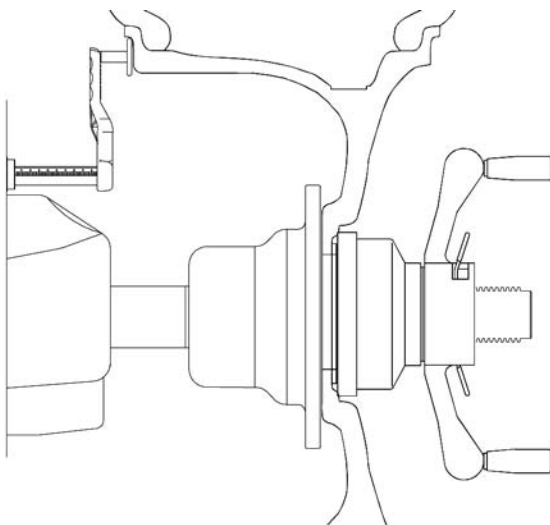

Figure 21
4.5.1 Distance (Déport de la jante) - Tenir le levier de déport à l'extrémité de l'arbre et déplacer vers l'extérieur jusqu'au rebord de la jante. Toucher au rebord (tel qu'illustré à la figure 21) avec le pointeur et maintenir en position pendant environ une seconde. Éviter de plier la rallonge du levier de mesure. Un bip est émis et les valeurs sont inscrites automatiquement. Replacer le levier à sa position pleinement insérée et vers le bas (position de rangement). Ne pas laisser le levier « pendre » à l'avant de l'équilibreuse.